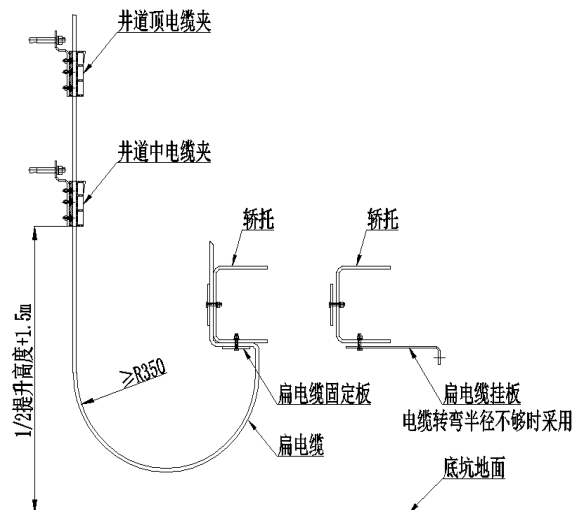

图 18-1 随行电缆安装
- 18.8 随行电缆的安装见图 18-1，应符合下列规定：